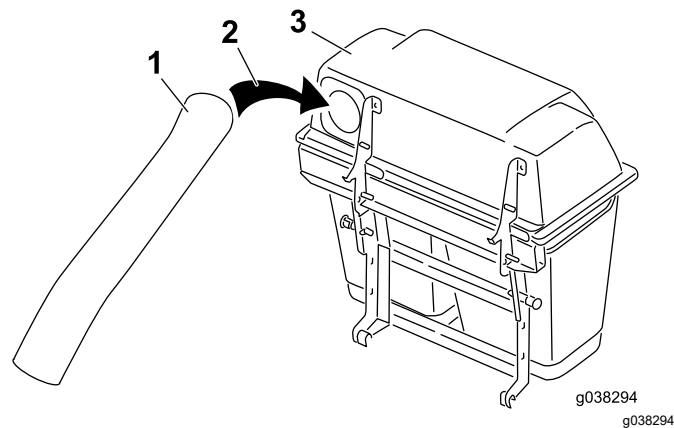

Figura 50
6. Montate il tubo superiore sull'apertura del sistema di raccolta ed estraetelo di nuovo in modo che la guarnizione della tramoggia sporga in fuori (Figura 50).